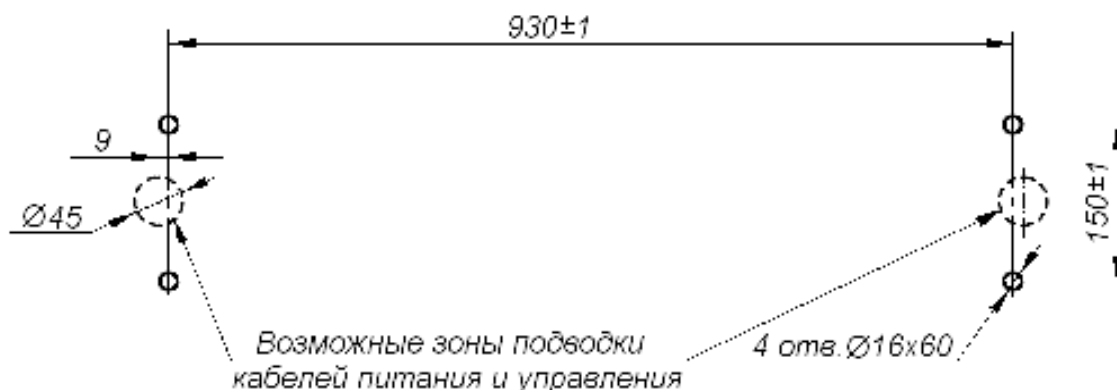

Рисунок 11. Схема разметки отверстий для крепления стойки турникета
2. Подготовьте в полу отверстия под гильзы анкеров для крепления стойки турникета (см. рис. 11) и кабельные каналы согласно планировке проходной. При необходимости прокладки кабелей под поверхностью пола подготовьте в полу кабельный канал, подходящий к отверстиям для ввода этих кабелей в стойку турникета.